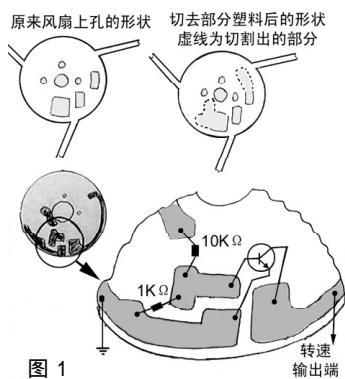
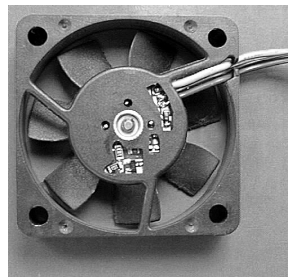

图 1
图 2
2. 将 K6-2 风扇的背面商标揭去，用锋利的工具刀小心地将图 1 所示部分塑料切去，一定要小心，塑料很薄，不用多大力气。不要试图将电路板从塑料架上
直径 1mm 左右的铜线，上锡后留出 4mm 长当烙铁头用。将原来的两根电源线焊去，按图 1 所示焊上所准备的带插头的三根线。注意风扇原来的电源线旁留有焊线处，而且上好锡，不用在电路板上做任何改动。做好后就像图 2 所示的那样了。